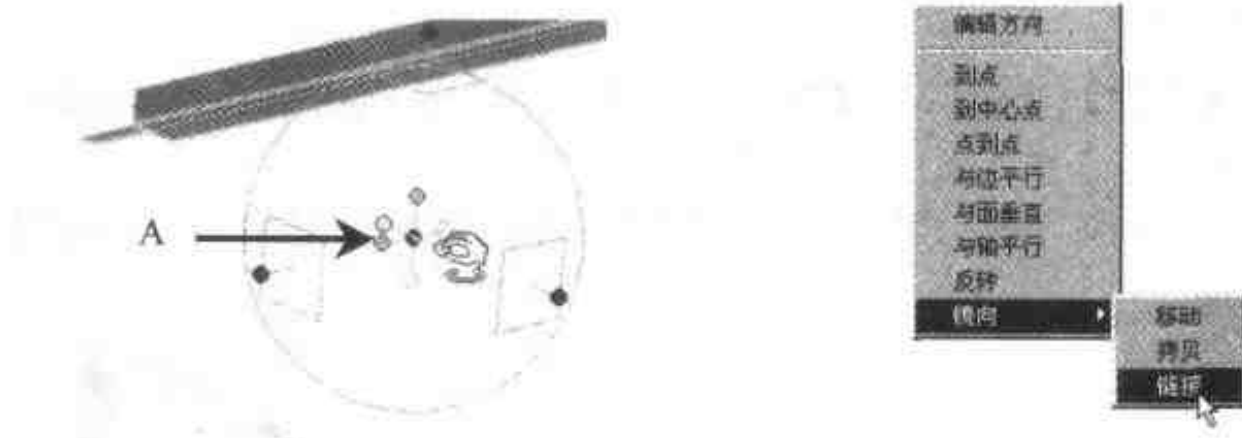

图 4.127 应用镜向
- (4) 再按空格键使三维球依附于左边框, 右击如图 4.127 所示的手柄(A), 然后选择【镜向】|【链接】命令。